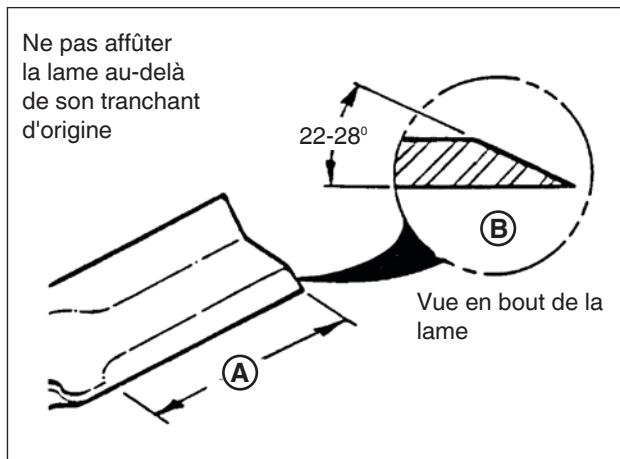

Figure 22 : Affûtage de la lame de tondeuse
- Affûter la lame sur une meule à un angle de 22 à 28 degrés (**B**, Figure 22). NE PAS affûter la lame au-delà de son tranchant d'origine (**A**).